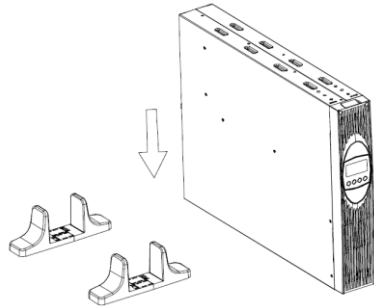

Figura 4: Installazione Tower
1. Spingere il sistema UPS in verticale nei due piedi (vedi Figura 4). Per assicurare la stabilità, la distanza tra i piedi deve essere la massima possibile.